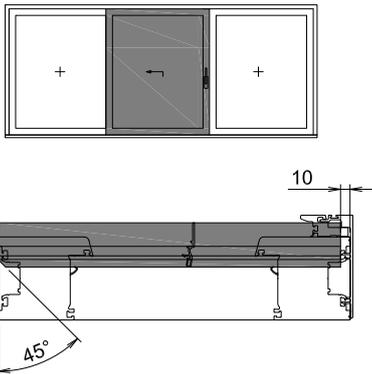

Abb.1: Einbau 9S89; Ansicht von oben
- Die Dichtleiste **9S89** im Einlaufbereich schräg anschneiden, mit Klebstoffauftrag auf den Anlageflächen im Klippsbereich einklippsen und aushärten lassen. Im Bereich zwischen den Belüftungsbohrungen mit Silikon abdichten, Die Belüftungsöffnungen müssen offen bleiben! (s.Abb. 1 und Reg. 4.1.4 Seite 2)